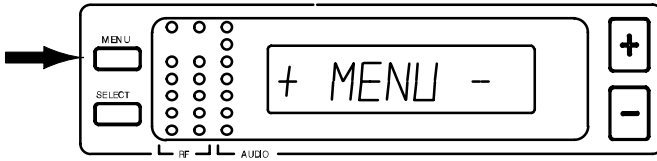

ABBILDUNG 29
- Die MENU-Taste drücken. Die „+ MENU –“Anzeige erscheint (Abbildung 29).